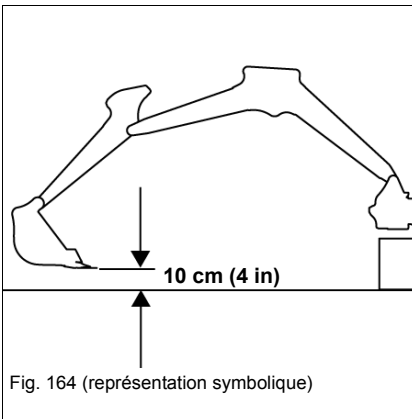

Fig. 164 (représentation symbolique)
5. Positionner la flèche comme indiqué dans la Fig. 164.